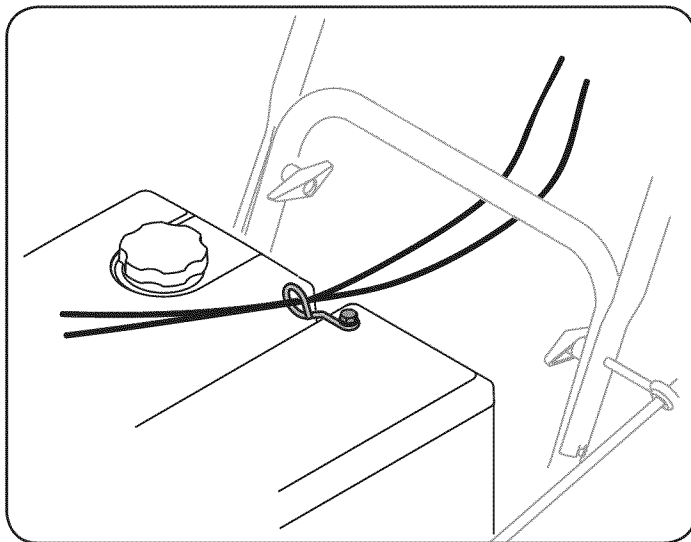

Figura 6
6. Compruebe que los cables estén correctamente tolva a través de la guía de cable en la parte superior del motor sudario. Véase la Figura 6.